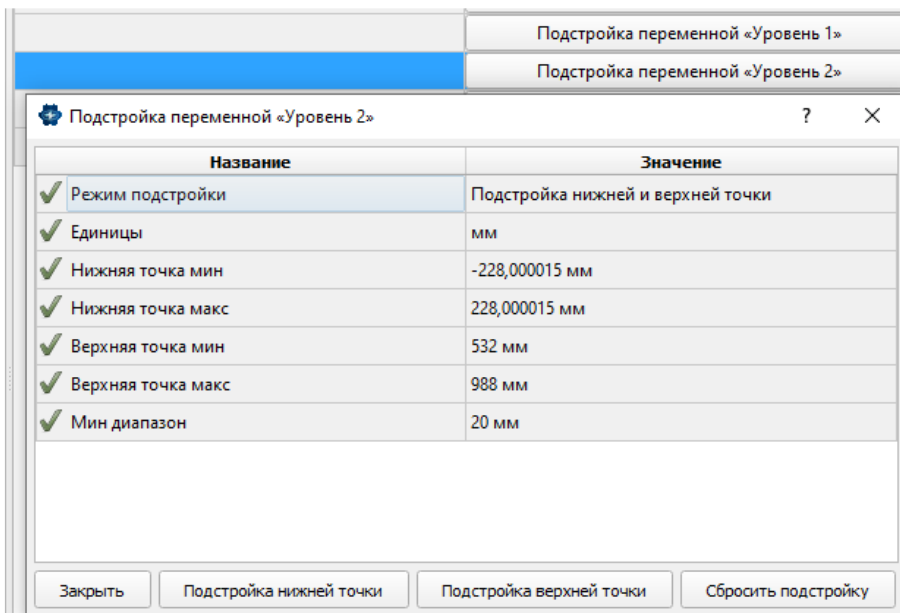

Рисунок 2.15 – Окно «Подстройка переменной «Уровень 1 (2)»
- нажать кнопку «Подстройка переменной «Уровень 1 (2)»;
- нажать кнопку «Подстройка нижней точки» в окне «Подстройка переменной Уровень 1 (2)» (рисунок 2.15);
- нажать кнопку «Подстройка верхней точки» в окне «Подстройка переменной Уровень 1 (2)» (рисунок 2.15);